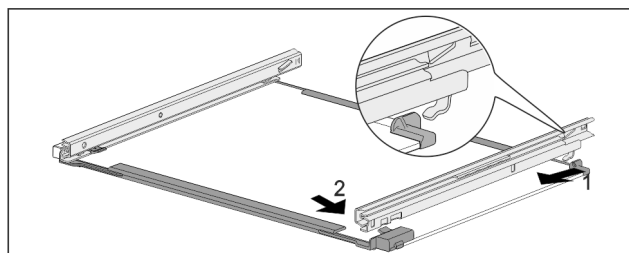

Fig. 143 Skleněná deska s kolejničkami
- ▶ Zahákněte kolejničku vzadu. Fig. 143 (1)
- ▶ Zaklapněte kolejničku vpředu. Fig. 143 (2)